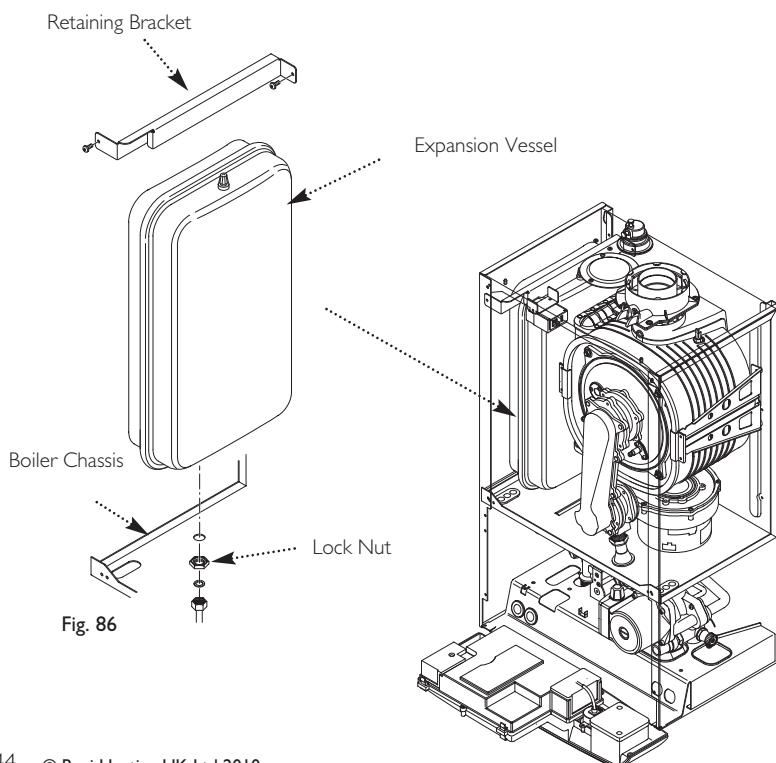

Fig. 86
14.21 Expansion Vessel (Fig. 86)